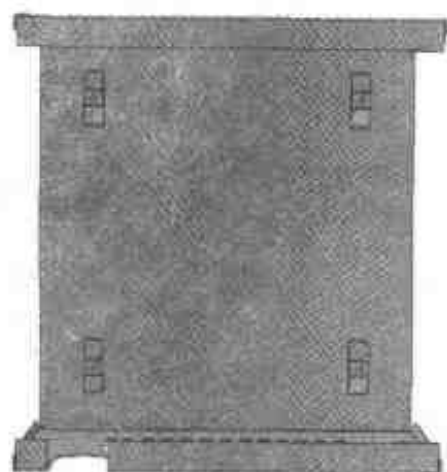

图 4.45 生成对称的散热孔
- (7) 在设计树中将刚刚生成的两个散热孔以及上面的圆孔同时选中，打开【三维球】后向上拷贝刚刚生成的两个散热孔，结果生成如图 4.45 所示的 4 个对称孔。